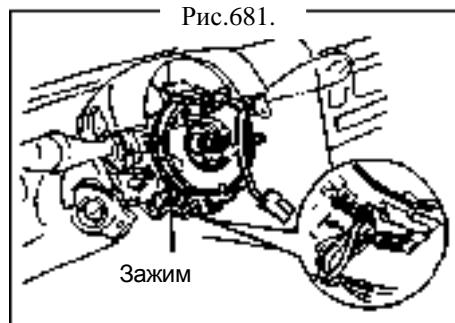

Рис.681.
(1) Сдвиньте верхнюю крышку комбинационного переключателя.
(2) Снимите разъем подушки безопасности со спирального кабеля.
(3) Снимите 3 зажима и спиральный кабель (рис.681).